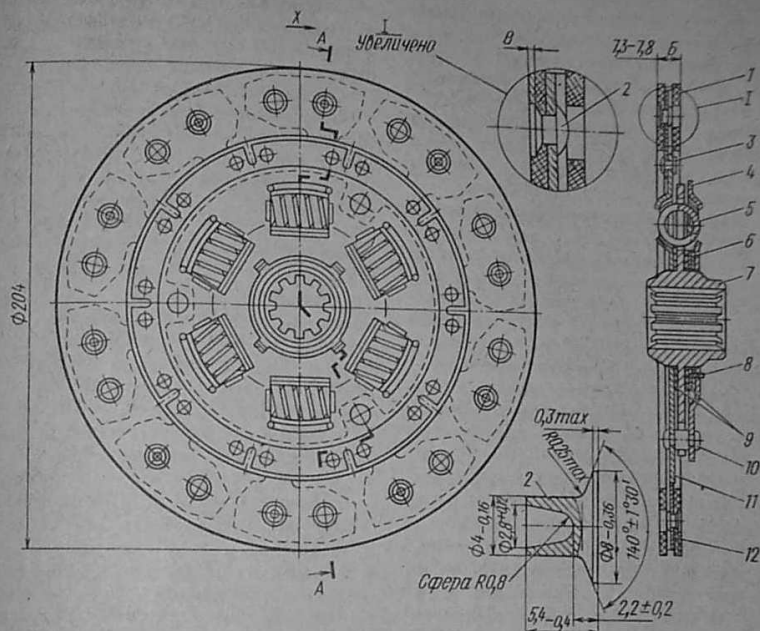
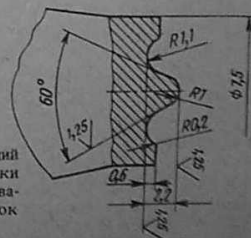

Рис. 49. Ведомый диск сцепления автомобиля 2140:
Рис. 50. Рабочий конец оправки для расклепывания заклепок фрикционных накладок сцепления
4. Наложить фрикционную накладку на пружинные пластины так, чтобы отверстия в пружинных пластинах, обращенных выпуклой стороной к накладке, совпали с зенкованными отверстиями фрикционной накладки, а зенкованные отверстия были обращены наружу большим диаметром (рис. 49).
5. Вставить заклепки 2 так, чтобы их головки располагались с наружной стороны фрикционной накладки 1 и аккуратно расклепать их при помощи отправки (рис. 50) или на клепальном станке со стороны пружинных пластин. Рекомендуется приклепку накладок начинать с заклепок, входящих в диаметрально расположенные отверстия. Форма и размеры заклепок крепления фрикционных накладок показаны на рис. 49. Внутренние отверстия заклепок допускается сверлить обычным сверлом $\phi 2,8$ мм на указанную глубину. Материал заклепок — латунь Л63. Заклепки следует отжечь.
6. Аналогичным способом приклепать вторую фрикционную накладку. При этом зенкованные отверстия одной накладки должны совпадать с незенкованными отверстиями другой, как показано на фрагменте I рис. 49.
2. Положить ведомый диск в сборе на нажимной диск механизма сцепления так, чтобы пластина 4 (см. рис. 49) демпфера была обращена к нажимному диску. Сцентрировать ведомый диск относительно коленчатого вала двигателя, для чего вставить в отверстие ступицы дис-